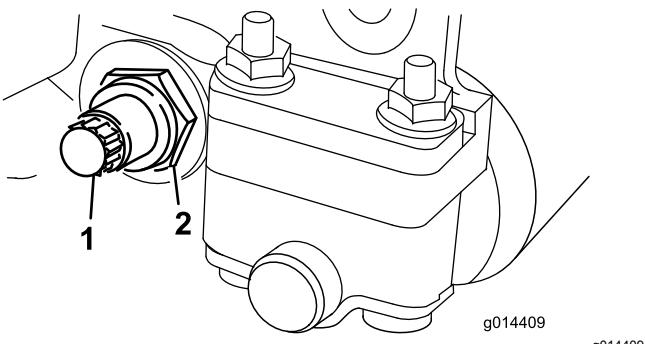

図 19
- ベッドバー bolt 図 19を固定しているロックナット機体両側をゆるめる。
- 各ベッドバー bolt を抜いてベッドバーを下に引き抜いて外す図 19。